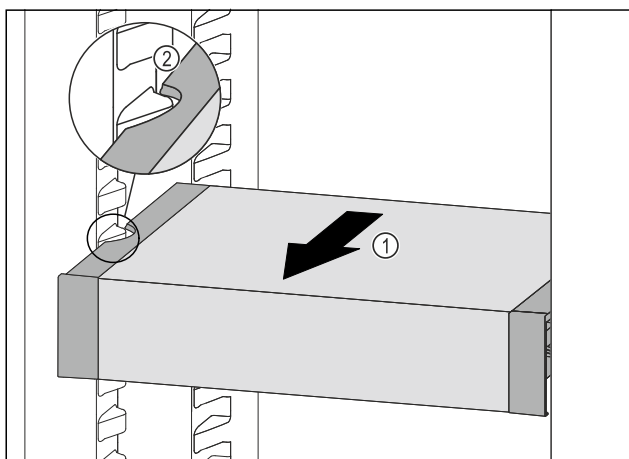

Fig. 123
- ▶ Tõmmake VarioSafe'i ettepoole Fig. 123 (1), kuni VarioSafe'i külgmised väljalõiked asuvad jahutusosas anuma-ribi kõrgusel. Fig. 123 (2)